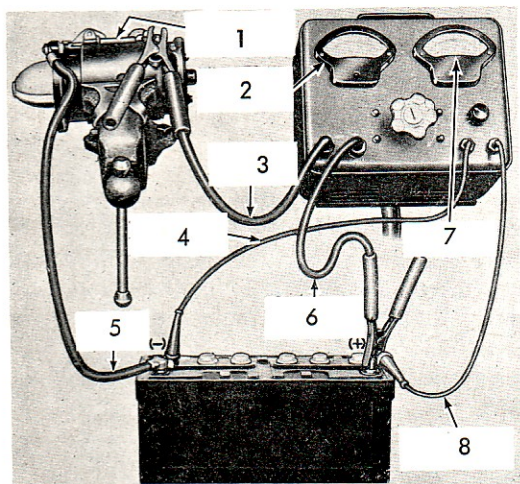

Fig. 52.
1. **Démarreurs Ø 115 mm.** Procéder à l'essai à vide du démarreur en se référant à la Fig. 52.